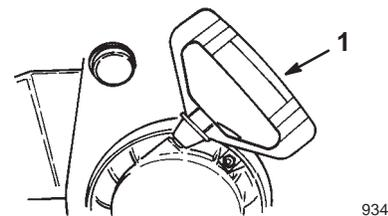

Figure 16
- **Lanceur** (Fig. 16)—Le lanceur se trouve à l'arrière du moteur. Tirez sur le lanceur pour mettre le moteur en marche.
8. Prenez la poignée du lanceur (Fig. 16) et tirez-la lentement jusqu'à ce que vous sentiez une résistance, puis tirez vigoureusement pour lancer le moteur.